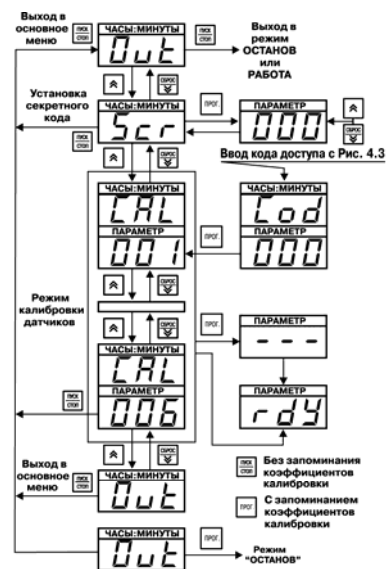

Рис. 4.6. Схема, поясняющая работу на уровне L4
4.2.6.1. На рис. 4.6 изображена схема, поясняющая программирование на уровне L4, где задаются значения параметров калибровки датчиков.